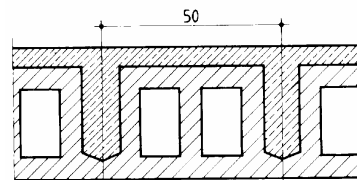

Bild 3.73 Stahlbetonrippendecke (Maße in cm)
6. Welche Gewichtskraft in kN hat die Stahlbetonrippendecke in Bild 3.73 mit Betonzwischenbauteilen ($\rho = 2,3 \text{ kg/dm}^3$; 25 cm dick) und Deckenziegeln ($\rho = 0,9 \text{ kg/dm}^3$), die 4,68 m lang und 3,25 m breit sind? Die Gesamtdeckendicke beträgt 31,5 cm.